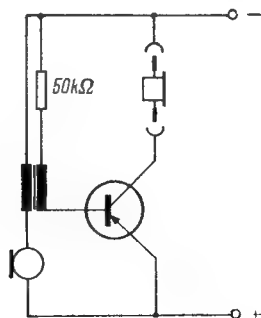

Bild 49 Einfaches Kommandogerät mit Kohlemikrofon
mikrofon wird mit einer Transistorstufe zu einem einfachen Kommandogerät nach Bild 49 zusammengebaut. Der Anpassungstrafo hat ein Übersetzungsverhältnis von 1 : 1 bis 1 : 5, und man kann übliche NF-Trafos, Sprechspulen aus Postfern-sprechgeräten oder Sperrschwingertrafos aus Fernsehgeräten dafür benutzen. Hat die Morseübungsanlage, für die das Kommandogerät bestimmt ist, eine Verstärkerstufe, so wird der Kopfhörer am Transistorausgang des Kommandogerätes durch einen 2-kOhm-Widerstand ersetzt. Über einen Kondensator (0,1  $\mu$ F) wird die Sprechspannung (NF) dem Verstärkereingang zugeführt. Der Verstärkereingang kann beim Sprechen mit einem Umschalter vom Tongenerator auf den Ausgang des Kommandogerätes umgeschaltet werden. Will man das Kommandogerät für einfache Anlagen ohne Verstärkerstufen benutzen, dann ersetzt man den im Schaltbild gezeichneten Kopfhörer durch einen Ausgangstrafo.